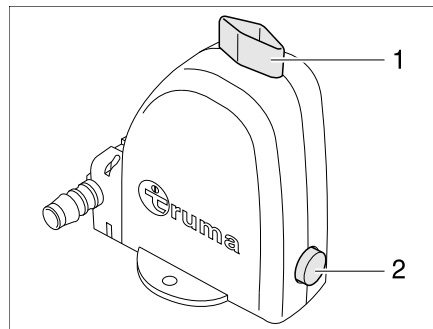

Bild 186 Sicherheits-/Ablassventil des Boilers - geöffnete Stellung
Der Boiler ist mit einem Sicherheits-/Ablassventil (Bild 186) ausgestattet. Das Sicherheits-/Ablassventil verhindert, dass das Wasser im Boiler einfriert, wenn bei Frost die Heizung nicht eingeschaltet ist.
- Sicherheits-/Ablassventil schließen. Dazu den Zugschalter (Bild 186,1) nach oben ziehen.
- Sicherheits-/Ablassventil öffnen. Dazu den Zugschalter (Bild 186,1) nach unten drücken. Der Boiler wird über das Sicherheits-/Ablassventil nach außen entleert.